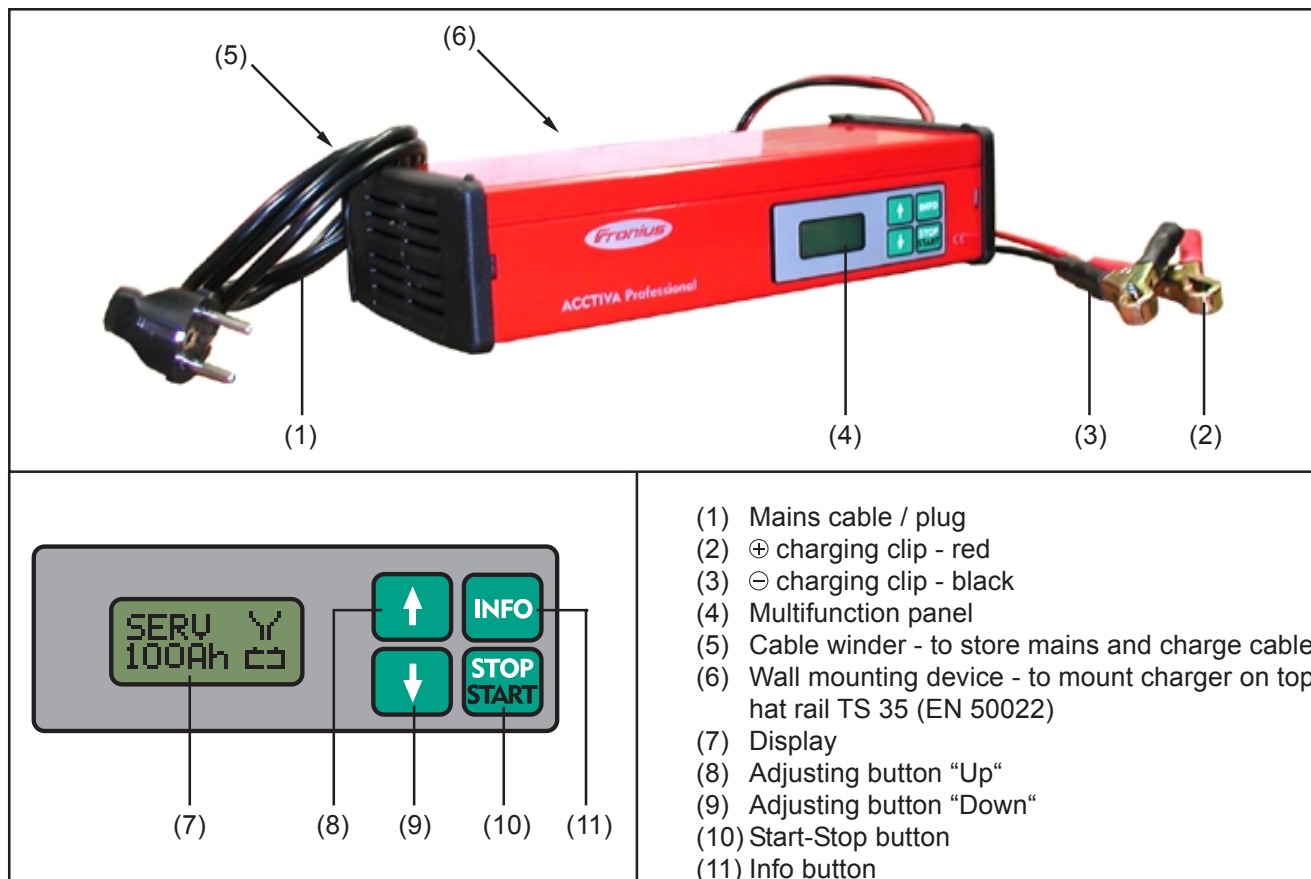

Fig.1 Acctiva Professional / Multifunction panel
- in liegender Position (siehe Abb.1),